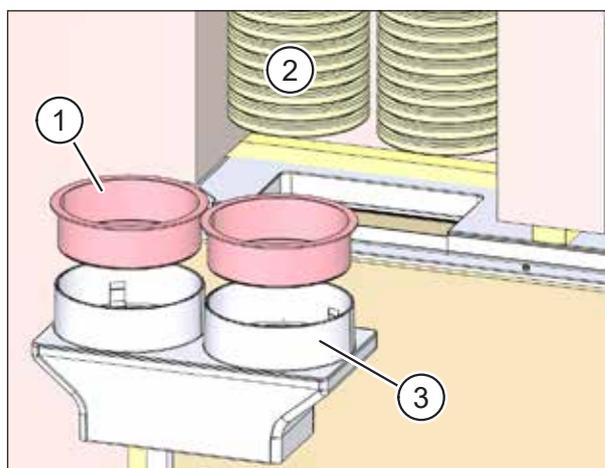

Abb. 28: Flexrohre ablängen
- ▶ Entfernen Sie die roten Schutzdeckel (Pos. 1 in Abb. 28) auf dem Flexrohranschluss (Pos. 3 in Abb. 28).
- ▶ Kürzen Sie die Flexrohre (Pos. 2 in Abb. 28) so weit, dass sich der Flexrohranschluss (Pos. 3 in Abb. 28) mit den eingesetzten Flexrohren in die Öffnung am Mauerkasten einschieben lässt.